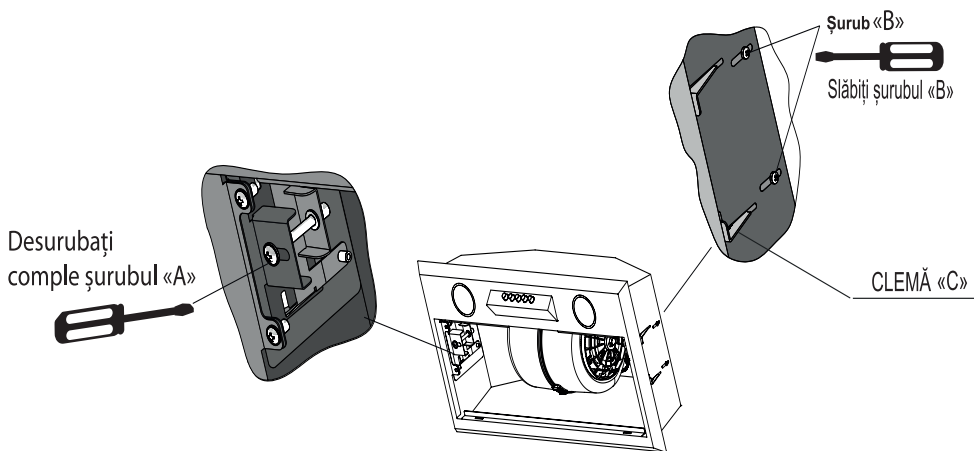

Fig. 10
10. Scoateți din carcasă hte clemele C, figura 10 și înșurubați șurubul A, fig.10, până când clemele nu v-or fixate strâns de raftul 1